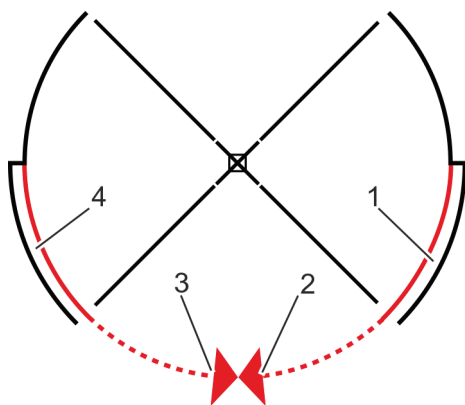

Рис. 34 Ночной экран с электрическим управлением
Разблокировать сегменты ночного экрана с электрическим управлением (рис. 34/2 + 3) с отдельными кнопочными переключателями. Убедиться в том, что у входа нет людей.
- » Разблокировать, открыть и автоматически переместить ночной экран (рис. 34/2 + 3) в боковые карманы (рис. 34/1 + 4).